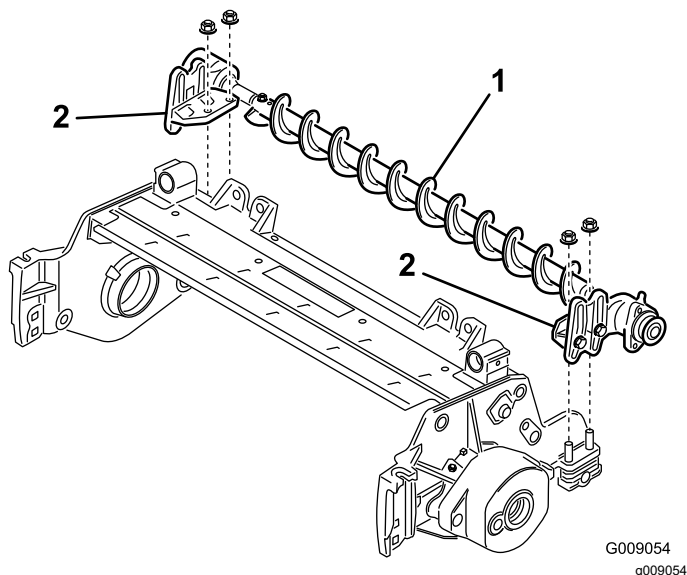

Bild 8
8. Setzen Sie die Befestigungshalterungen der Rollenbürste auf die Schrauben der Rollenhalterung (Bild 8). Befestigen Sie die Befestigungshalterungen der Bürste mit den vorher entfernten Muttern an den Seitenplatten der Schneideinheit.